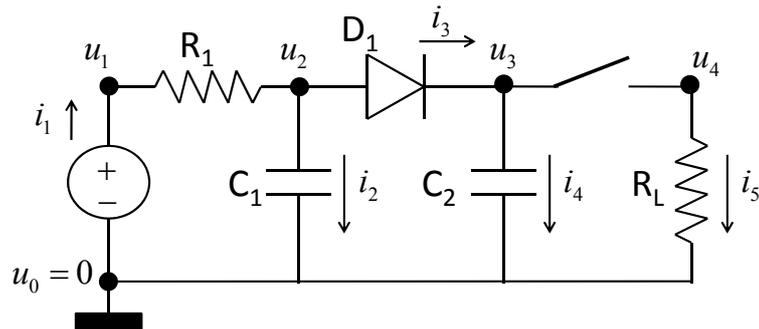

Figura 1.2: Diagrama de un circuito eléctrico.
En la Figura 1.2 se muestra un circuito eléctrico compuesto por un generador sinusoidal de tensión, un diodo, dos condensadores, dos resistencias y un interruptor. Se ha señalado el nodo escogido como referencia para el voltaje. Se ha asignado nombre a la tensión en los nodos y a la corriente que circula por los componentes.
Describa en lenguaje Modelica el circuito mostrado en la Figura 1.2 de las tres maneras siguientes:
3. Cree su propia librería eléctrica, de manera que contenga únicamente los componentes necesarios para componer el circuito de la Figura 1.2. Para desarrollar su librería, puede basarse en la librería eléctrica que aparece descrita en el texto base o en la Librería Estándar de Modelica. A continuación, defina el circuito como un modelo compuesto, instanciando y conectando componentes de la librería que ha creado.